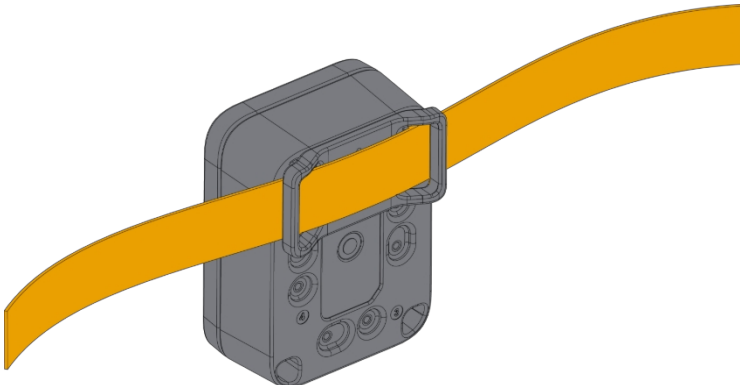

Abbildung 32: Befestigung des Gehäuses am Gürtel
3. Führen Sie zum Schluss den Gurt durch die Öffnung des Unify-Gehäuses, wie in **Abbildung 32** dargestellt.